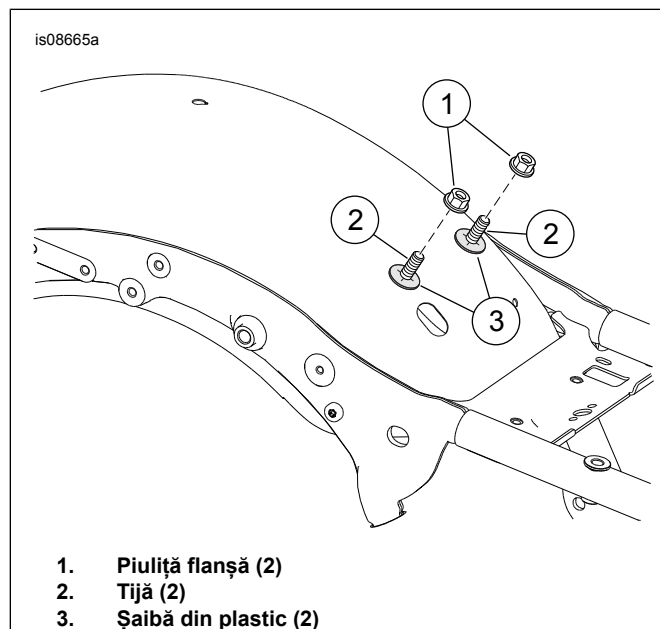

Figura 2. Piese montare
3. Consultați Figura 2 . Scoateți piulițele (1). Lăsați șaibele (3) și știfturile (2) la locul lor.
5. A se vedea figura 2. Așezați baza de montare peste știfturi (2) și peste șaibele de plastic (3).